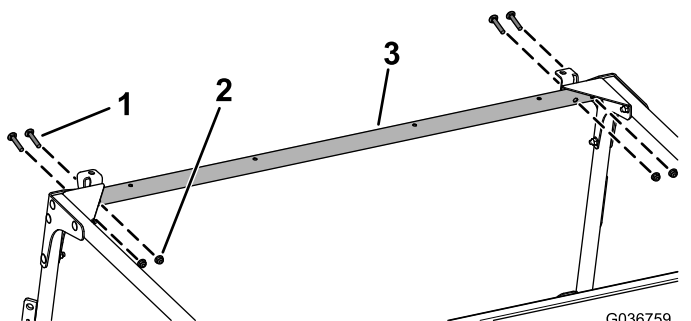

図 36
10. 前取り付けブラケットに前クロスリンクを仮止めするキャリッジボルト5/16 x 1 3/4 インチ4本と、フランジナット5/16 インチ4本を使用して図 36のように取り付ける。